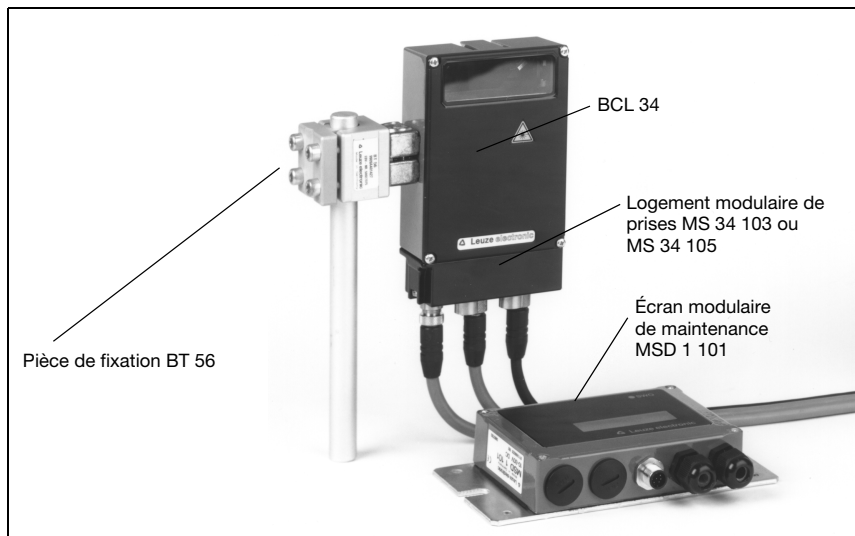

Figure 7.2 : Exemple de fixation du BCL 34
- à l'aide des encoches en queue d'aronde en utilisant l'accessoire de montage correspondant (voir figure 7.2)